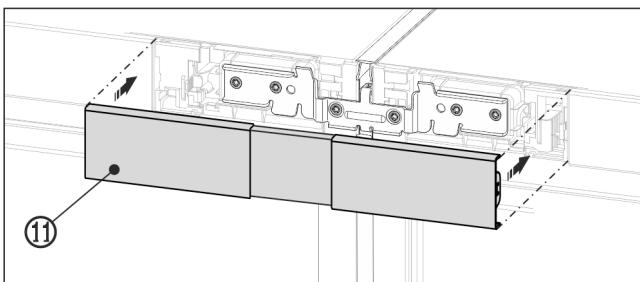

Fig. 24 Príklad zobrazenia
- ▶ Horný kryt Fig. 24 (11) priklopnite na ešte otvorený medzopriestor oboch záslepiek ovládacej časti. Dbajte pri tom na to, aby vonkajšie strany krytu lícovali so záslepkami ovládacej časti.